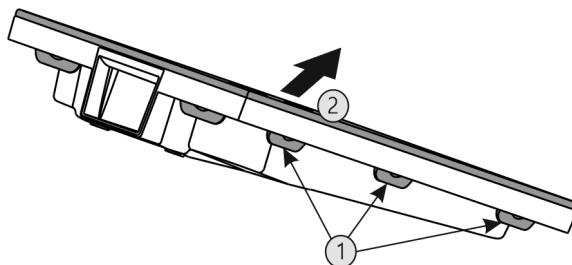

Fig. 61
- ▶ Presionar una tras otra todas las lengüetas Fig. 61 (1) y retirar la cubierta Fig. 61 (2).